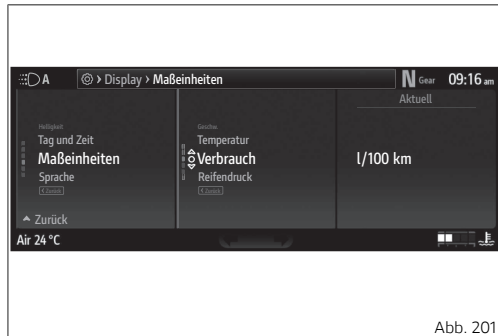

Abb. 201
- Die Angabe „Verbrauch“ (Abb. 201 S.242) markieren, dann die Taste \circ drücken.